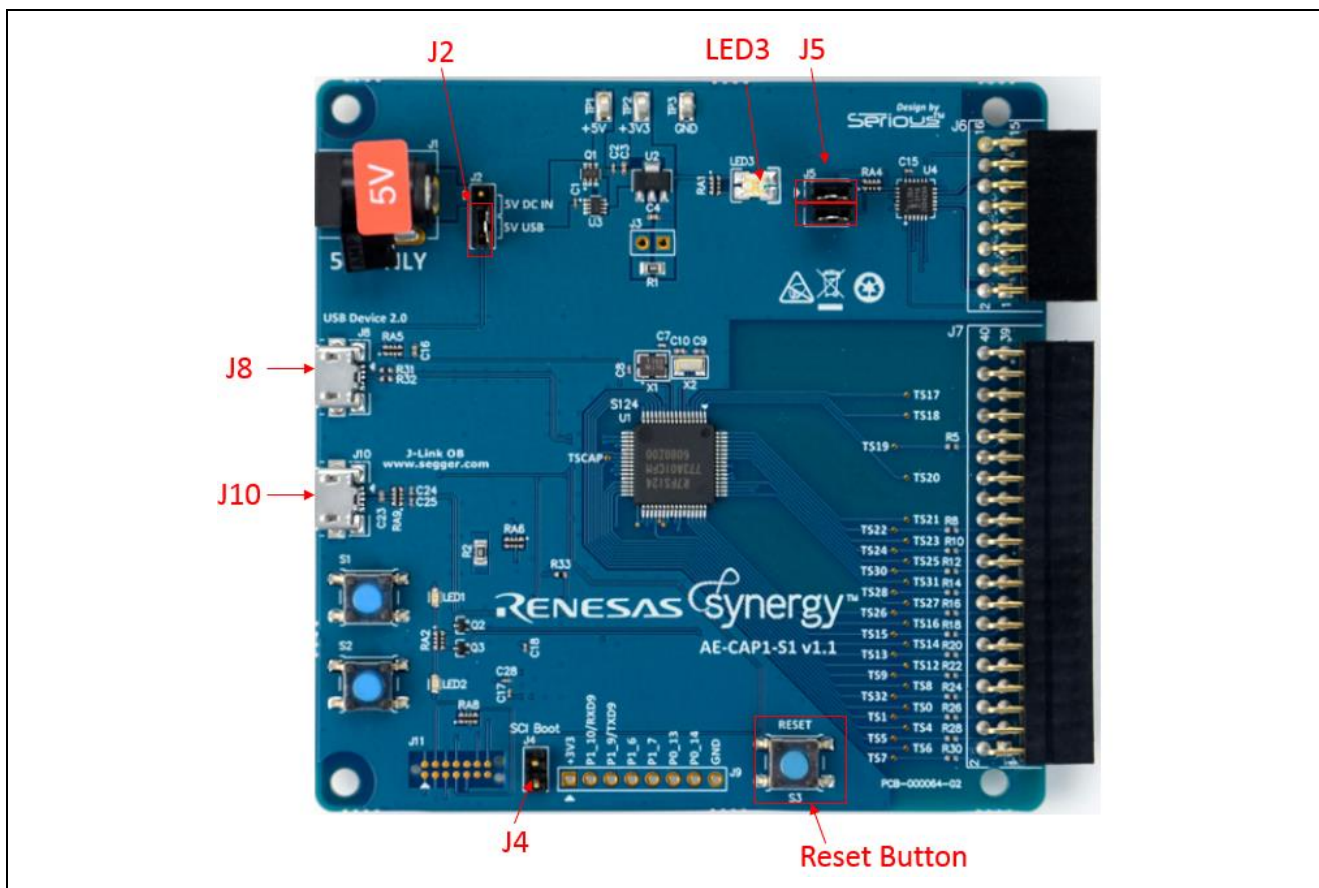

図 5 アプリケーションボード LED 制御用の AE-CAP1-S1 設定
1. 図 5 に示すように、ジャンパ J4 をオープンにし、ジャンパ J2 を USB デバイス側にし、J5 にジャンパを取り付けます。
1. AE-CAP1-S1 では、ジャンパ J4 をオープンにして、ジャンパ J2 を USB デバイス側にして、ジャンパを **J5 から取り外します (J5 をオープンにします)**。J4、J2、J5 の位置については図 5 を参照してください。
1. 図 5 の設定と同じ設定に従って、AE-CAP1S1 ジャンパを設定します。